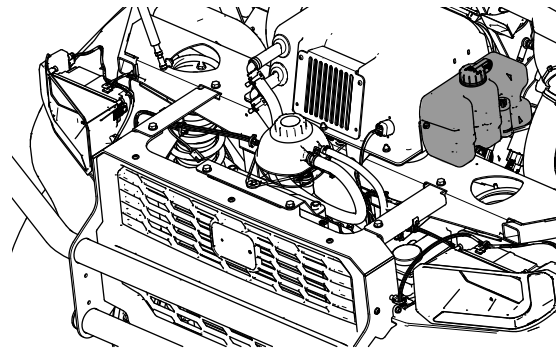

図 19
3. フロントガラスとワイパーキットを装着している場合は、ウォッシャーボトルをヒーターボックスアセンブリの側面に図 19のように取り付ける。